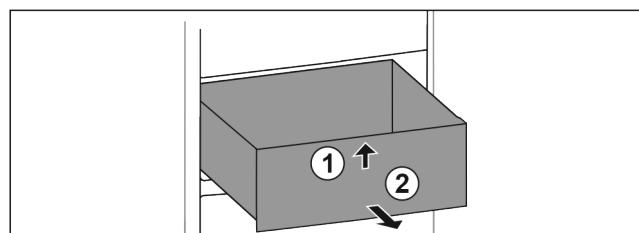

Fig. 120
- Nadvihnite zásuvku vpred. Fig. 120 (1)
- Odoberte zásuvku dopredu. Fig. 120 (2)